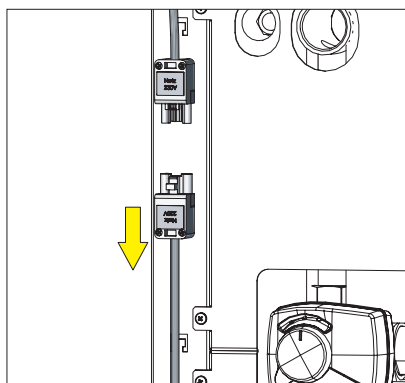

Fig. 30 Staccare la spina di rete
- Prima di pulire la scatola del ventilatore e la girante togliere tensione alla caldaia! Staccare la spina di rete sul retro – Fig. 30.